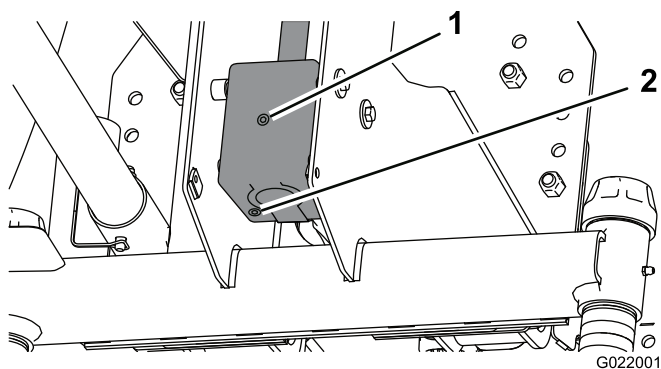

Figure 25
4. Retirez le bouchon de contrôle/remplissage sur le côté du boîtier d'engrenages (Figure 25).